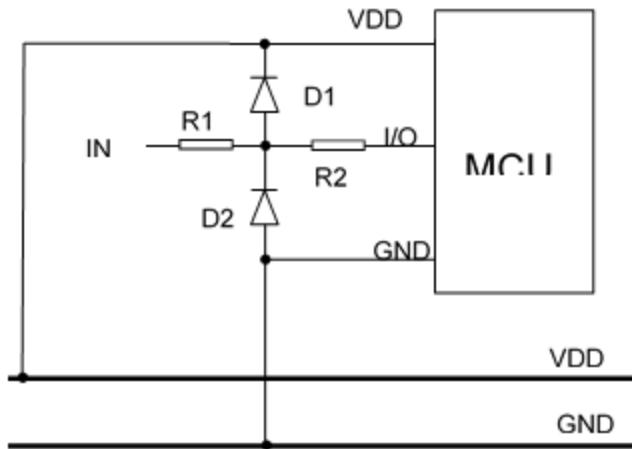

图 15-3 I/O 的 ESD 防护图
- 3) 当 I/O 口为输入口时，其输入电平应在“VDD+0.7V”与”GND-0.7V”之间。若输入口电压不在此范围内可采用如图 15-3 所示方法。